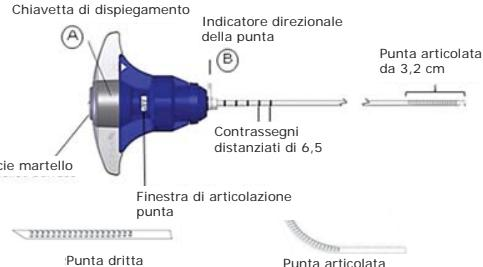

Figura 1
Figura 1: La Chiavetta di dispiegamento (A) è la porzione rotante che articola la punta distale del dispositivo. L'indicatore direzionale della punta (B) indica la direzione verso la quale si articolerà la punta.